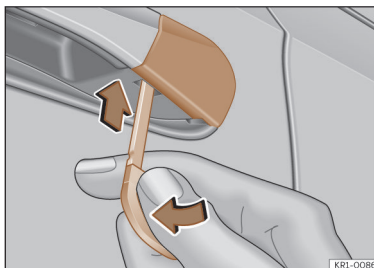

Fig. 74 Manípulo da porta do condutor: soltar a tampa.
- Introduza o palhetão na abertura inferior da tampa do manípulo da porta do condutor e faça alavanca na direção da seta >>> **Fig. 74**.